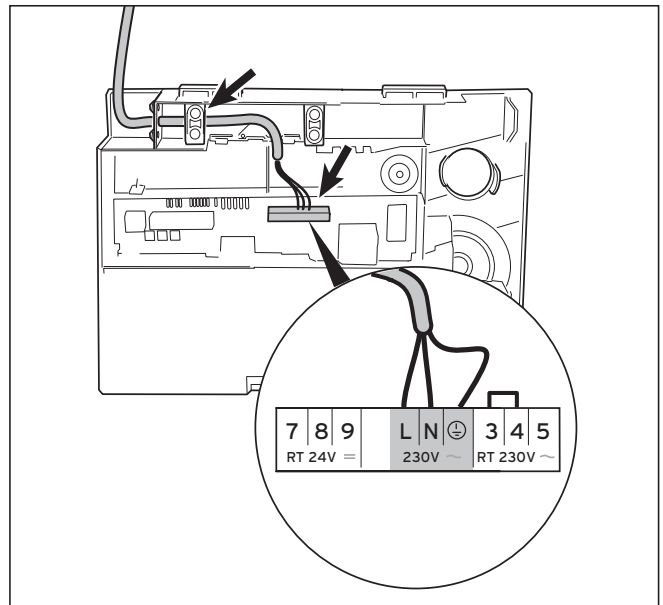

Abb. 4.7 Netzzuleitung anschließen
- Verlegen Sie die Netzzuleitung zur Anschlussebene im Schaltkasten wie in Abb. 4.7 gezeigt.
- Klemmen Sie die Netzzuleitung an den dafür vorgesehenen Klemmen \ominus , N und L des System ProE an (siehe Abb. 4.7).